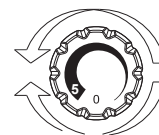

Рис.2
- Регулирование температуры в обоих отделениях выполняется с помощью вращения ручки термостата (Рис. 2). Выберите нужное положение ручки термостата: